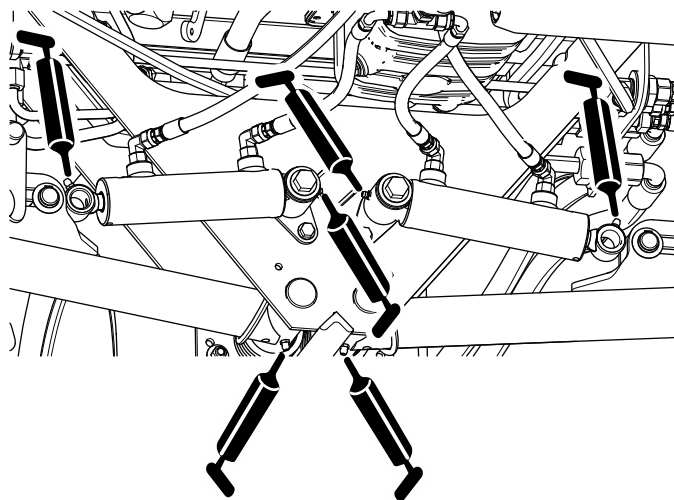

Рисунок 43
- Оси поворота задних подъемных рычагов и подъемные цилиндры (по 3 шт. с каждой стороны); см. Рисунок 43.